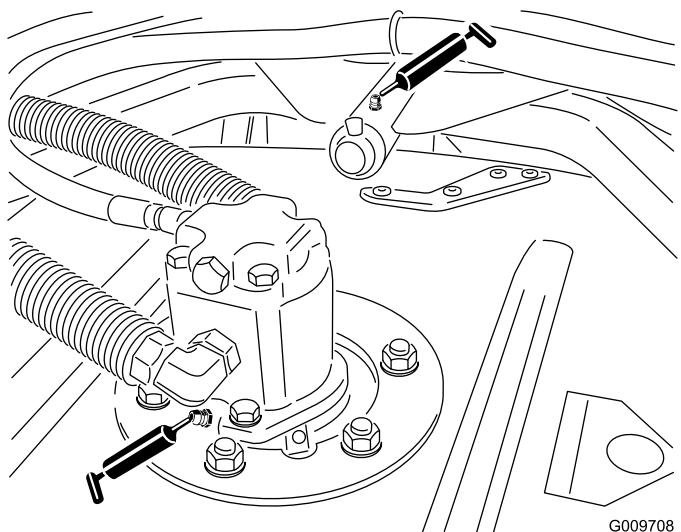

Figura 25
- Cojinetes de los ejes de las unidades de corte (1Figura 25 por unidad de corte) () .
- Casquillos de los brazos de las unidades de corte (1 por unidad de corte) (Figura 25).